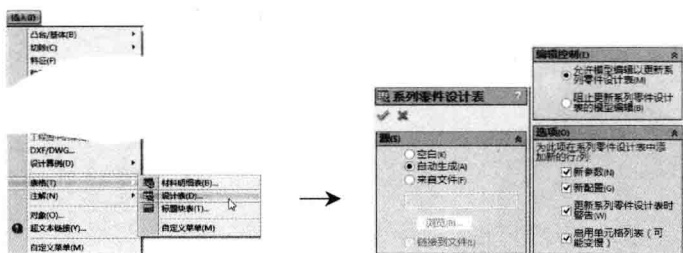

图 1-16 插入设计表操作
STEP 3 完成上述操作后，选择“插入”>“表格”>“设计表”菜单，打开“系列零件设计表”属性管理器，选中“自动生成”单选按钮（表示自动生成设计表），单击“确定”按钮继续，如图 1-16 所示。
在图 1-16 右图所示的管理器中，“空白”选项指的是空白的表格，“来自文件”是使用文件生成表格，其余选项意义不大，通常保持系统默认设置即可。
STEP 4 系统打开“尺寸”对话框（如在图 1-16 右图所示界面中选择“空白”单选按钮，则不会出现此对话框），选中上面重命名的能找到的尺寸，单击“确定”按钮，打开“系列零件设计表”，如图 1-17 所示。